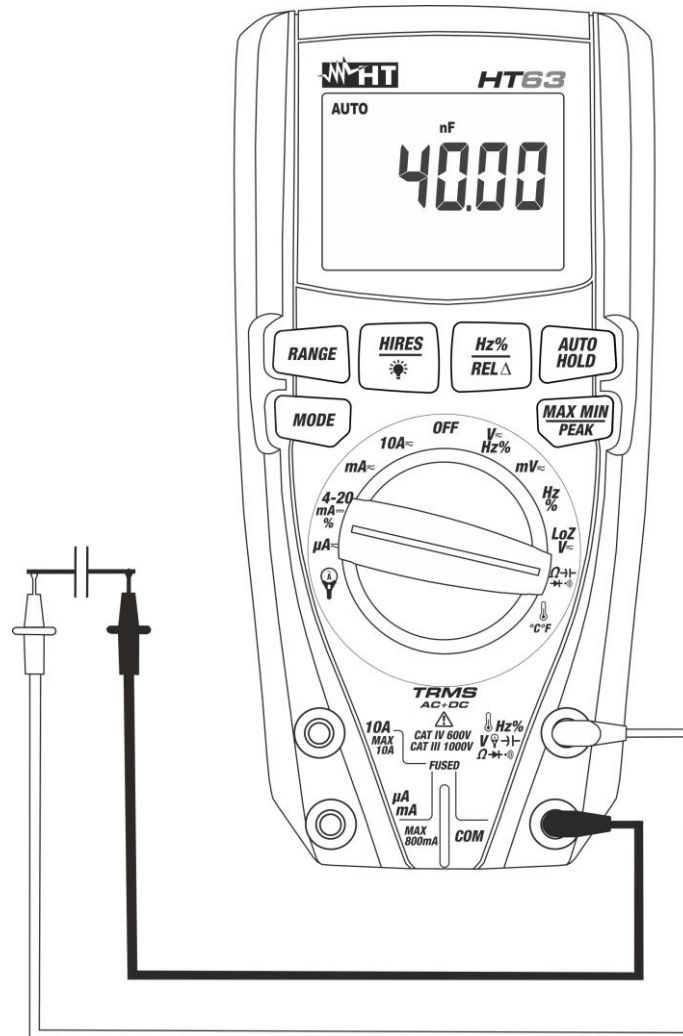

Fig. 8: Mesure de capacité
5. Positionner les embouts aux extrémités du condensateur sous test en respectant, éventuellement, les polarités positives (câble rouge) et négatives (câble noir) (voir Fig. 8). La valeur de capacité sera affichée à l'écran. Le diagramme à barres analogique n'est pas actif dans cette fonction. En fonction de la valeur de capacité à mesurer, l'instrument peut utiliser environ 20s avant d'afficher la valeur finale correcte